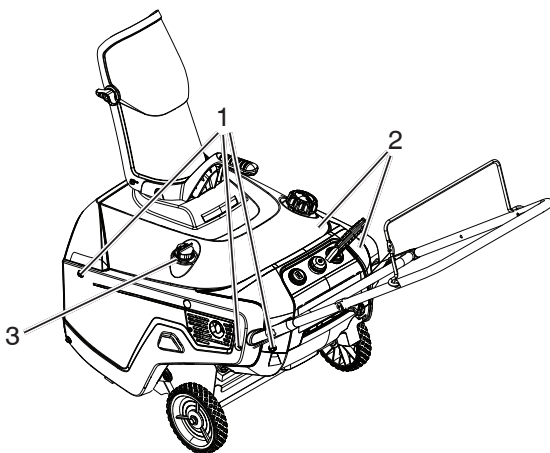

Figure 27
4. Retirer les six vis qui retiennent l'enveloppe (Figure 27).
6. Retirer l'enveloppe (Figure 27).
15. Poser l'enveloppe en remplaçant les vis déposées à l'étape 4 (Figure 27).